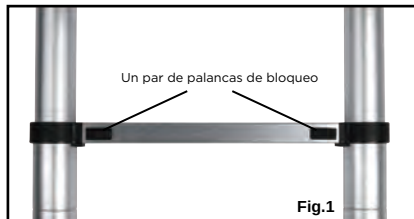

Fig.1
- Cada mecanismo está conectado a una palanca de bloqueo visible en el exterior (ver Fig.1).
- Cada mecanismo está conectado a uma alavanca de travamento visível no exterior (ver Fig.1).